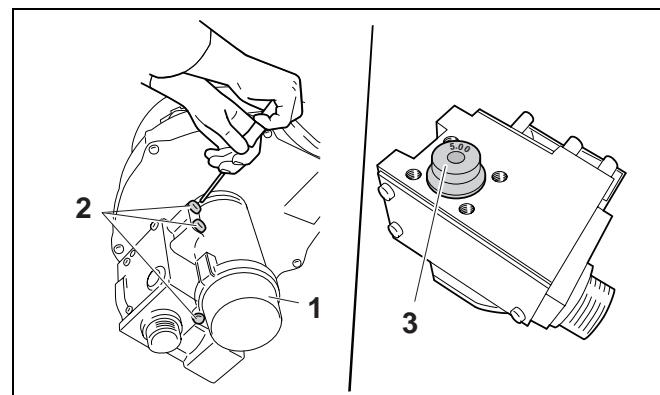

Рис. 40 Замена газового сопла
Перенастройка на другой вид газа происходит путем изменения газового сопла (рис. 40, **поз. 3**) согласно таб. 8.
- Ослабить три винта (рис. 40, **поз. 2**) и вытянуть газопроводную арматуру Venturi (рис. 40, **поз. 1**).
- Смонтировать новые кольца с круглым сечением на обоих сторонах газового сопла (рис. 40, **поз. 3**).